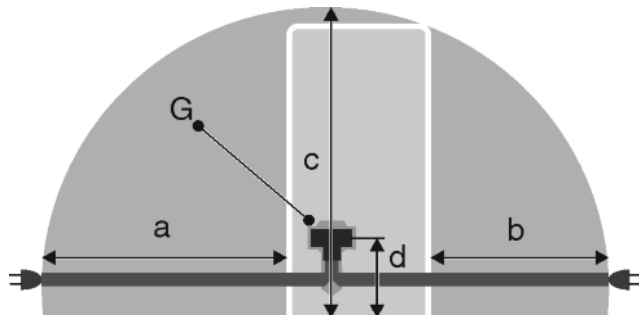

Fig. 31
- A konnektor a készülék hátoldali területén kívül helyezkedik el a megadott tartományban. Fig. 31 (a, b, c)
- ▶ Dugja be a csatlakozót Fig. 31 (G) a készülék hátoldalába. Figyeljen a megfelelő bekattanásra.